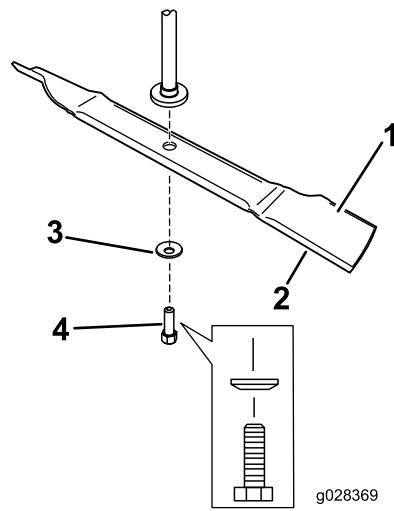

Figura 8
- Instale la cuchilla en el eje (Figura 8).
- Instale la arandela curva (con la copa hacia la cuchilla) y el perno de la cuchilla (Figura 8).
Nota: No instale el refuerzo de la cuchilla. Estas cuchillas no requieren el refuerzo de la cuchilla (Figura 8).